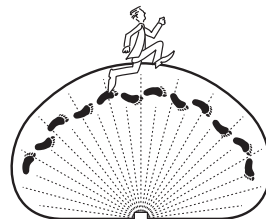

Figure 8
3. Déplacez-vous dans la zone de couverture, en remarquant l'endroit où vous trouvez lorsque la lumière s'allume. Le voyant à DEL rouge situé derrière la lentille du détecteur de mouvement clignote à plusieurs reprises lorsqu'un mouvement est détecté (voir la Figure 8).
7. Réglez la sensibilité (SENS) à la valeur souhaitée (faible (L), moyenne (M) ou élevée (H)). Une sensibilité trop élevée peut augmenter le nombre de déclenchement non souhaité.